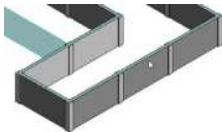
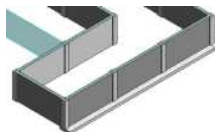

图 10-3 选择墙
图 10-4 条形基础
(2) 在“属性”选项板中选择条形基础的类型，包括“承重基础”和“挡土墙基础”，这里选择“挡土墙基础—300×600×300”类型。
(3) 在视图中选择如图 10-3 所示的墙体以便将条形基础放置在其下，结果如图 10-4 所示。